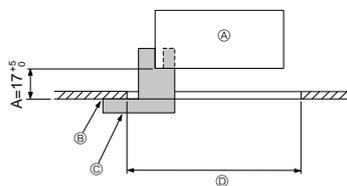

Fig. 2-6
6. Βεβαιωθείτε ότι το βήμα A εκτελείται μέσα στα όρια των 17-22 χλστ. Εάν δεν τηρούνται αυτά τα όρια υπάρχει κίνδυνος πτώσης. (Fig. 2-6)